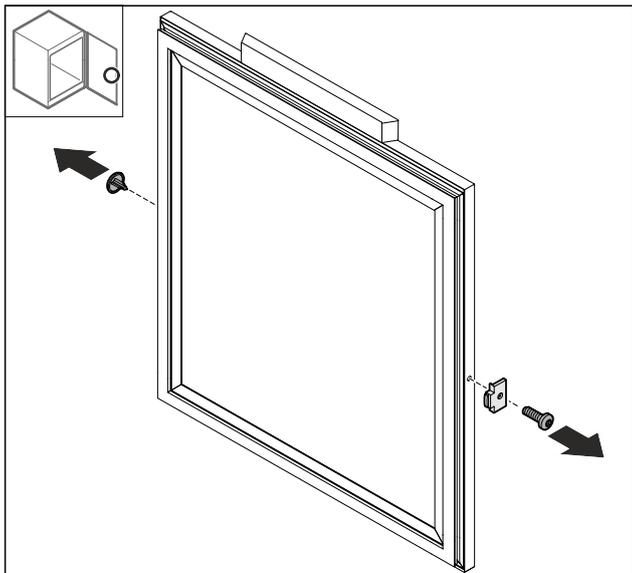

Fig. 72
- ▶ Odstráňte kryt Fig. 72 (1).
- ▶ Demontujte zarážku dverí Fig. 72 (2).